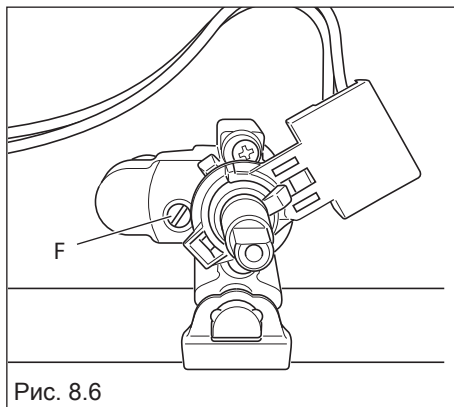

Рис. 8.6
- С помощью отвертки поверните винт "F" так, чтобы добиться нужного Вам результата. (Рис. 8.6).